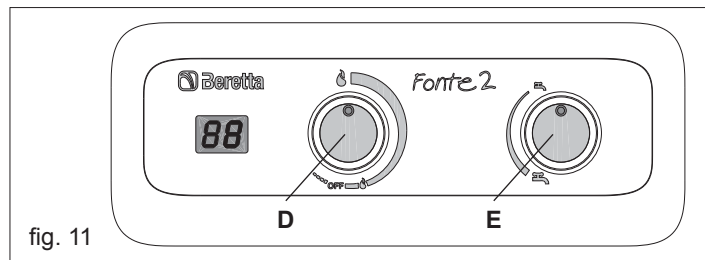

fig. 11
- remove the knobs **D-E** (fig. 11)